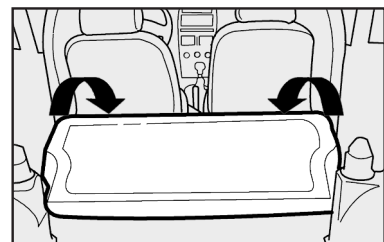

fig. 107
4) Rebater para a frente o encosto, passando os cintos pelos lados, até que este se apoie sobre o assento traseiro **fig. 107**.